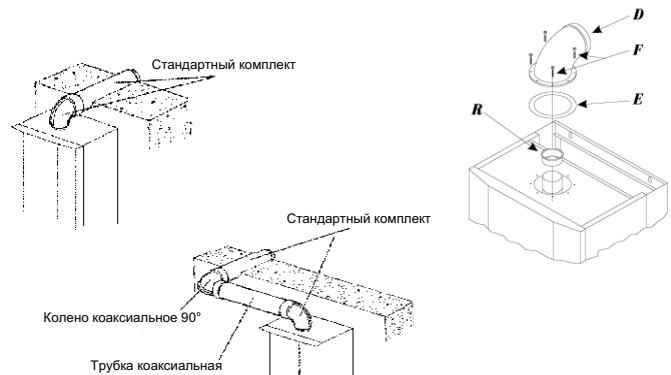

Рис. 13 – Горизонтальная трасса отвода прод.сгорания
- Установите прокладку на дно заканчивающей коаксиальной части (O).
- Осторожно вложите прокладочный кружок (J) во внутреннюю часть заканчивающей части.
- В заканчивающую часть установите коаксиальную трубку (M).
- Примечание: При длине коаксиальной трубы больше 4 м (эквивалентной) необходимо выбрать кружок-заслонку (R), размещенную на выходе вентилятора (см.рис.13).
Примечание: Максимальная горизонтальная длина (колено и 8 м безгибов) равняется 9 м (эквивалентным). При длине горизонтальной трассы больше 3 м (эквивалентной) необходимо выбрать кружок-заслонку (R), размещенную на выходе из вентилятора (см. рис. 13).